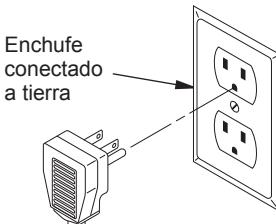

Figura 22 - Clavija con conexión a tierra
**ADVERTENCIA:** El accesorio soplador debe estar conectado a tierra. El soplador tiene una clavija de tres patas con conexión a tierra como se muestra en la figura 22. La clavija es la protección contra electrocución. Conéctela en un enchufe de tres orificios con conexión a tierra. En caso que el cable deba reemplazarse, utilice únicamente un cable con clavija de tres patas con conexión a tierra.